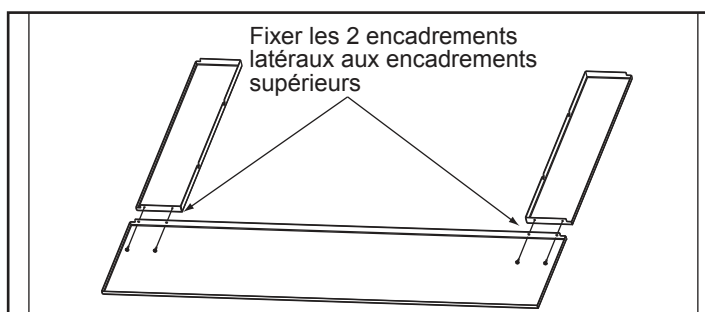

Figure 18.3
2. À l'aide du tournevis cruciforme, fixez les parties latérales de l'encadrement à la partie supérieure de l'encadrement en utilisant les 2 vis autotaraudeuses n° 8 fournies avec l'ensemble. **Figure 18.3.**